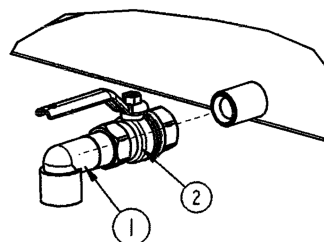

Fig. 4
- Thread the combined «valve-elbow 90°» with the threaded coupling (Fig. 4).
- Roscar el conjunto «válvula-codo 90°» con el manguito de salida de aceite (Fig. 4).
- Visser l'ensemble «vanne-sortie coudée» avec le manchon de sortie d'huile (Fig. 4).